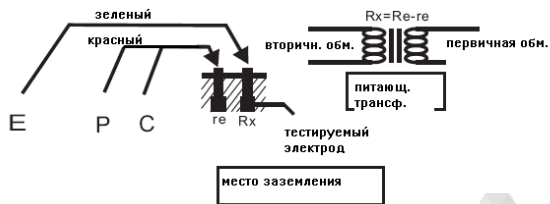

рис. 2
1. В случае, когда измеряемое сопротивление превышает **10 Ом**, либо установка штырей невозможна, измерение рекомендуется проводить по упрощенной 2-х проводной схеме с использованием вспомогательного штыря контура заземления (см. рис. 2).